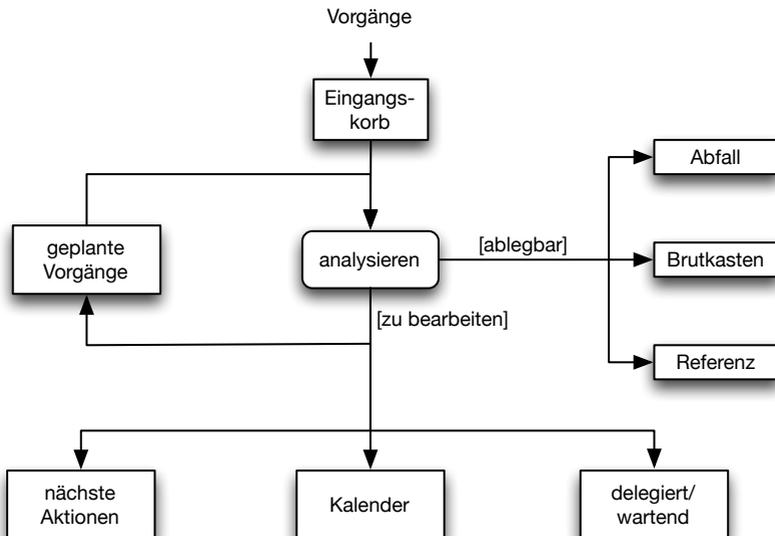

Abbildung 3.2: Das Workflow-Modell (basierend auf [GTD]).
Abb. 3.2 zeigt unser Workflow-Modell. Dieses Modell ist hier aus der Perspektive eines Teammitglieds dargestellt; jedes Teammitglied besitzt diese Perspektive für sich. Die Struktur basiert im Wesentlichen auf dem Getting-Things-Done (GTD) Prinzip von David Allen [GTD] und ist erweitert worden, um Teamarbeit zu unterstützen.
- Die **Ablage** bestimmt die Position eines Vorgangs in Ihrem **persönlichen Workflow-Modell**, wie in Abb. 3.2 auf Seite 43 illustriert.